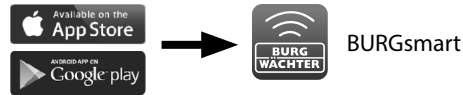

Abb. 1
- Um Ihr neues Schließsystem einrichten zu können, müssen Sie sich zunächst die App *BURGSmart* herunterladen. Diese ist im iOS App Store und Google Play Store zu finden (Abb. 1).